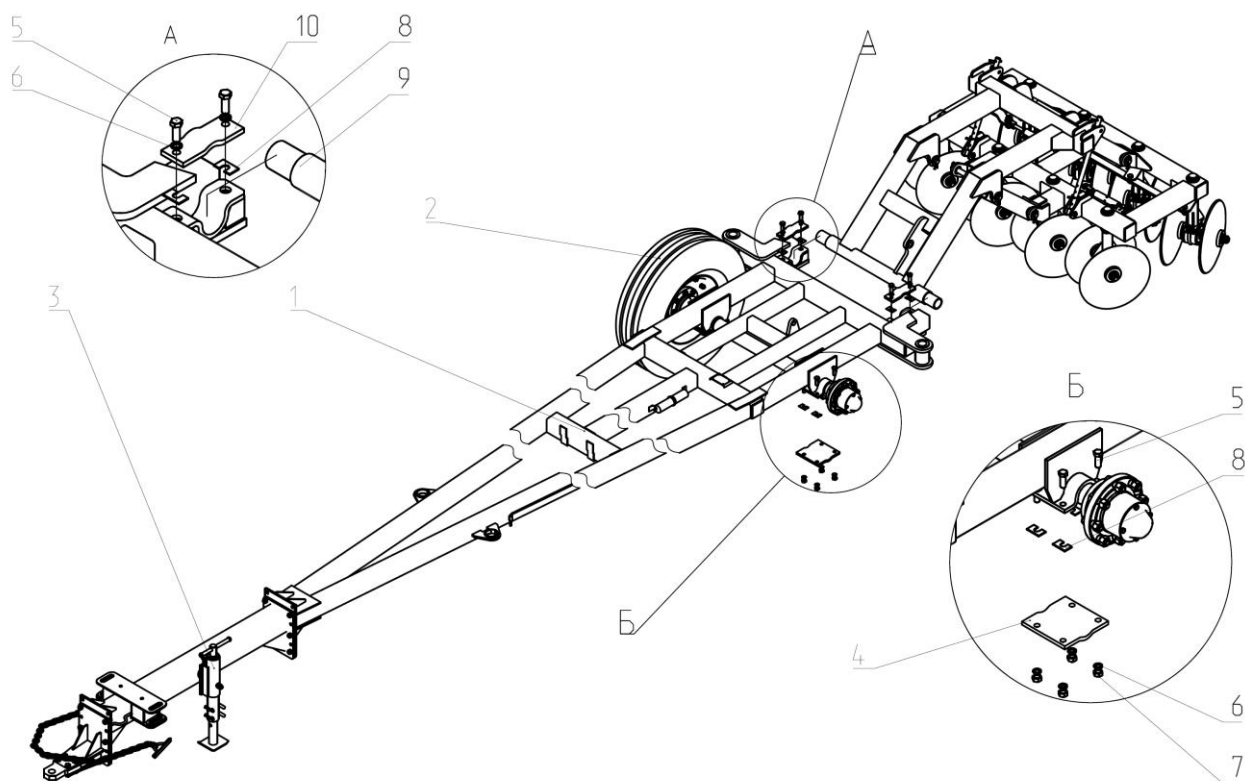

Рис.18 Схема сборки луцильника.
5.5.1. Установить сницу поз. 1 Рис.18 на мост поз. 2 скобами Рис.18 Б;
5.5.3. Закрепить мост на снице прижимами поз. 4 Рис.18 Б используя болты М16х45 поз. 5, гайки М16 поз. 7 и шайбы 16.65Г поз. 6, выбрав зазор между прижимом и скобой сницы прокладками поз. 8;
5.5.4. Центральную секцию поз. 9 Рис. 18А проточенными краями установить в сницу поз. 1 и закрепить прижимом поз. 10, используя болты М16х45 поз. 5 и шайбы 16.65Г поз. 6, выбрав зазор между прижимами и скобами сницы, обеспечив качание центральной секции в соединении;